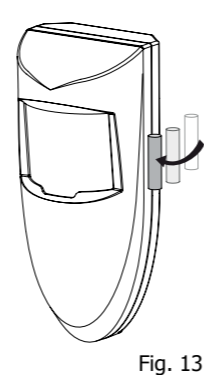

Fig. 13
- 1) Avvicinare il magnete fornito nella confezione al lato destro del rivelatore nella posizione indicata nella Fig.13 a Pag.14, e nella Figura a Pag.2; la modalità test è segnalata dal lampeggio del led giallo.
- 3) Allo scadere dei 120 secondi è possibile abilitare nuovamente la modalità test, riavvicinando il magnete al lato destro del rivelatore, come indicato in Fig.13 a Pag.14.